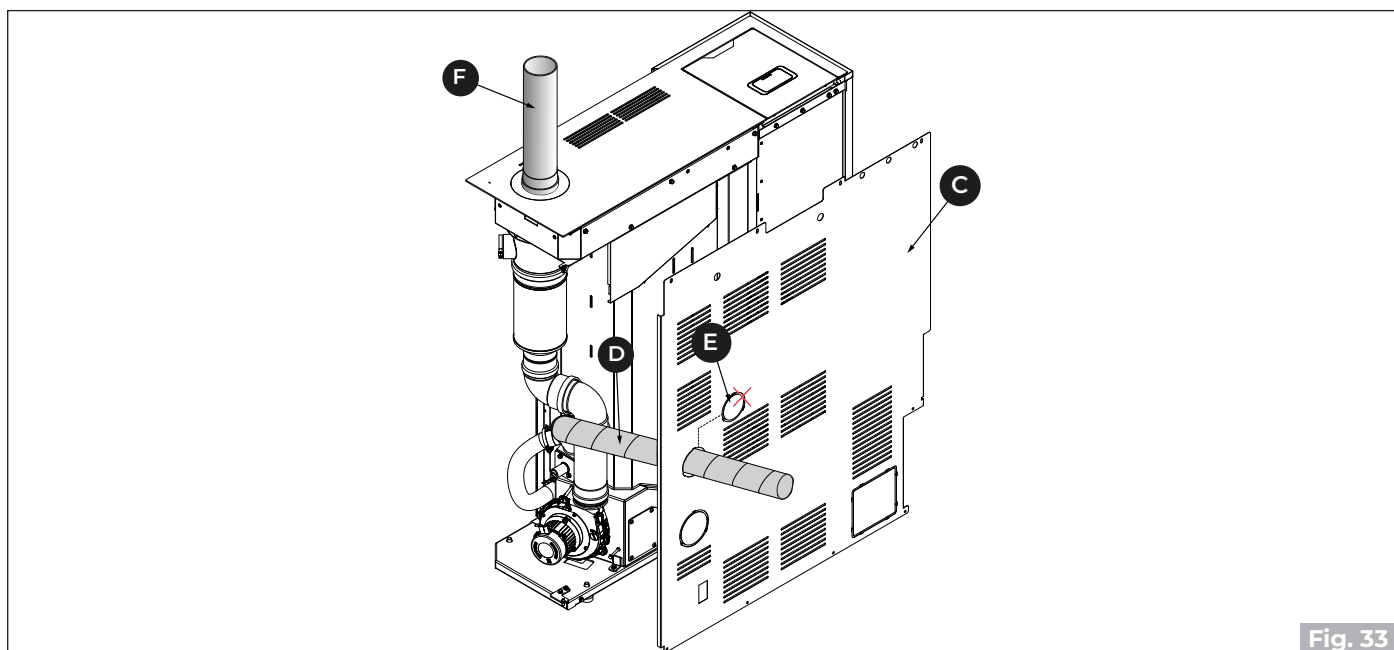

Fig. 33
- Odstranite kos **(E)** na zadnji plošči **(C)** in vstavite gibljivo cev **(D)**, ki jo priključite na dovod zraka iz zunanosti ("Fig. 33").